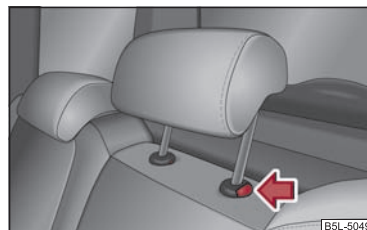

Fig. 66 Asientos traseros: reposacabezas central
- Pulse la tecla del seguro en el sentido de la flecha ⇒ página 75, fig. 66 y extraiga el reposacabezas.